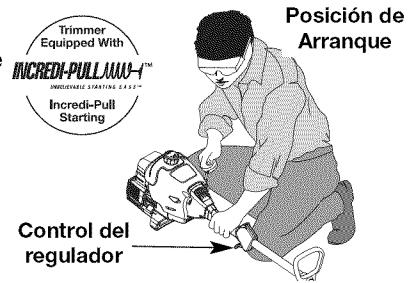

Fig. 4
- Colóquese en la posición de arranque (Fig. 4) y hale el cordón de arranque con energía hasta que el motor arranque. Espere 10 a 15 segundos, entonces exprima la válvula reguladora para controlar el corte o la velocidad que sopla.